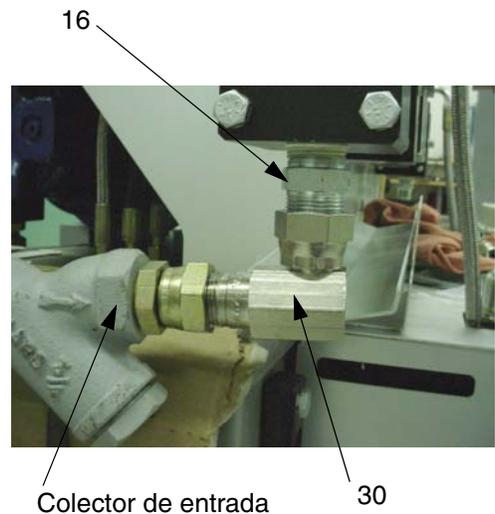

FIG. 19
5. Con las boquillas de unión incluidas (16), aplique sellador de tubos roscados a cada una y apriete en la parte inferior de cada bomba dosificadora. Añada el adaptador a 90° (3) a cada boquilla. Vea FIG. 19.
6. Vuelva a montar los colectores de entrada originales en cada adaptador (3). Vea FIG. 19.